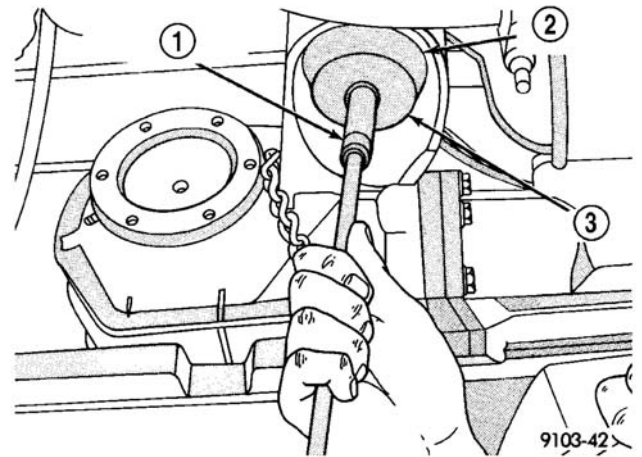

图 3 后传动系统模块总成固定螺栓
- (5) 卸下扭杆至车身的固定螺栓。
- (6) 将变速箱千斤顶置于传动系统模块总成并将总成固定到千斤顶。
- (7) 卸下传动系统模块至车身的两个螺栓（图 3）。